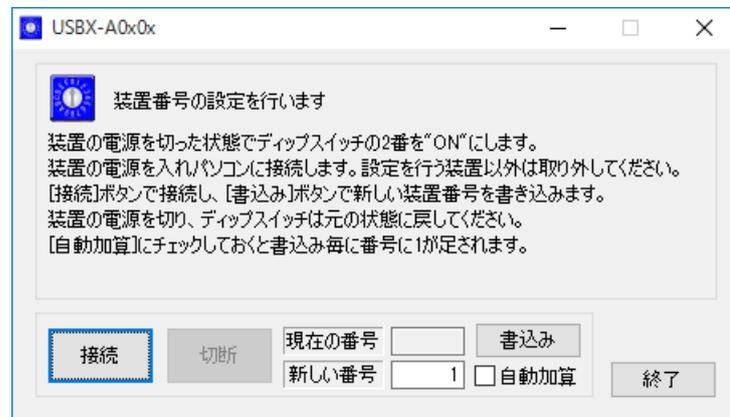

図 21 番号設定ツールの画面
2. 設定ツールのメニュー画面(21 ページ)から[装置番号設定ツール]ボタンを押します。図 21 のような画面が表示されます。